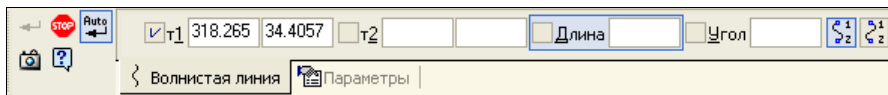

Рис. 12.34. Панель свойств в режиме построения волнистой линии
- ◆ на вкладке **Волнистая линия** (рис. 12.34) необходимо выбрать один из переключателей: **Направление 1**  или **Направление 2**  для нужного направления отрисовки волнистой линии;